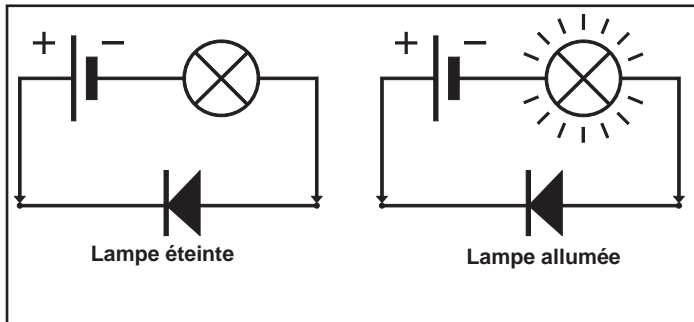

Figure 11 - Procédure d'évaluation de la diode
2. Ce contrôle peut également être effectué en utilisant une batterie de 12 volts et une ampoule comme le montre la Figure 11.